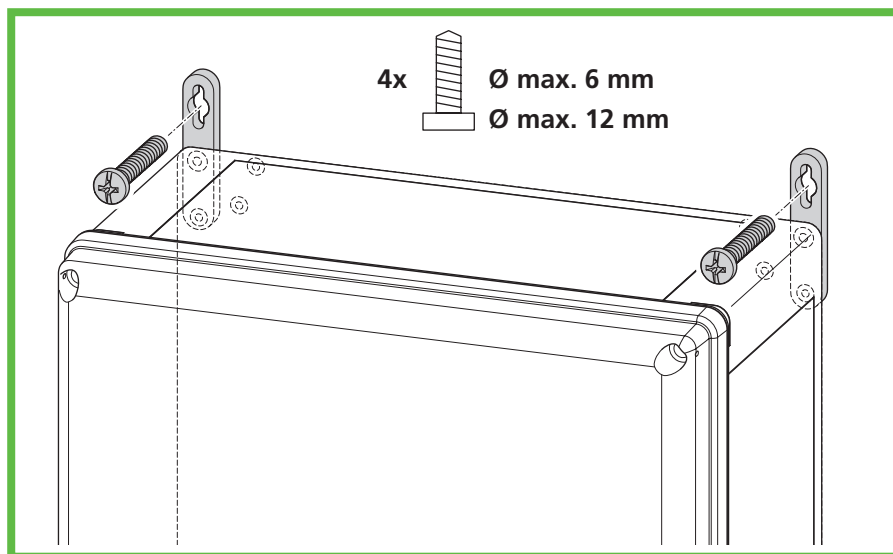

Fig. 12 : Montage mural
- ▶ Vissez la borne de recharge en vissant à chaque fois une vis dans le trou de l'œillet de fixation extérieur (Fig. 12)